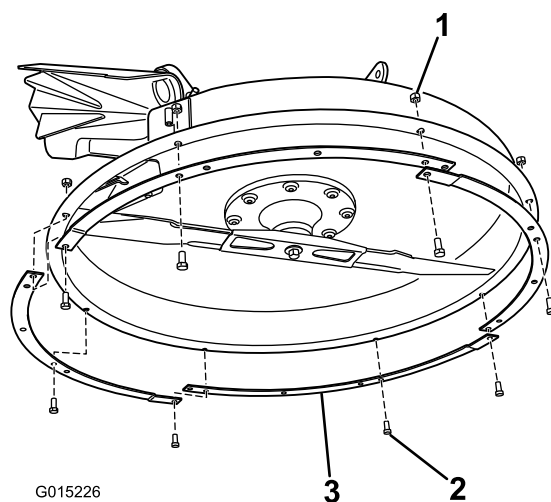

Bild 25
1. Befestigen Sie die verriegelnden Mähwerkringe unten am Mäher (Bild 25).